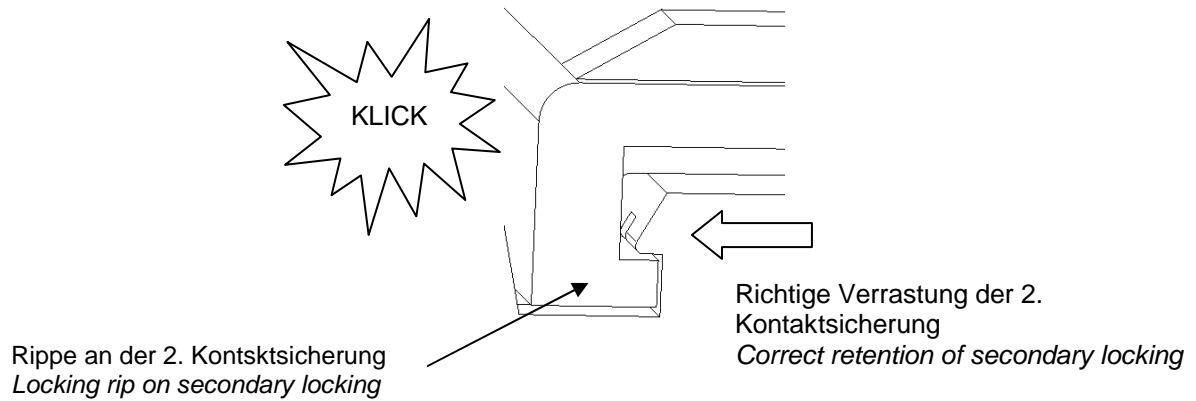

Abb.6/Fig 6
Die beiden 2. Kontaktsicherungen verrasten sicht- und hoerbar in das Buchsengehaeuse, Sichtkontrolle der Verrastung – exemplarisch siehe Abb. 6.
*The locking rib of the secondary locking lock tangibly and audibly in the funnel of the housing Optical check of the retention see Fig 6.*